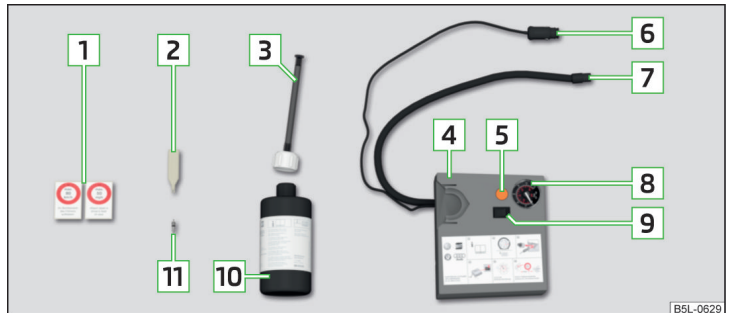

Abb. 186 Prinzipdarstellung: Bestandteile des Pannensets
Bestandteile des Sets » Abb. 186
- Den entsprechenden Aufkleber **1** » Abb. 186 auf Seite 178 auf die Schalttafel im Sichtfeld des Fahrers kleben.
- Die Reifenfüllflasche **10** » Abb. 186 auf Seite 178 einige Male kräftig hin und her schütteln.
- Den Reifenfüllschlauch **7** » Abb. 186 auf Seite 178 des Luftkompressors fest auf das Reifenventil schrauben.